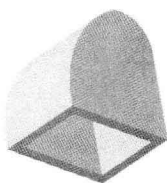
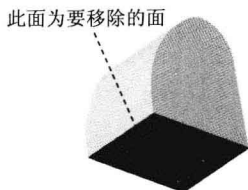

图 1.4 抽壳特征 1
图 1.5 定义移除面
Step3. 创建图 1.4 所示的抽壳特征 1。选择下拉菜单 **插入(I)** → **偏置/缩放(O)** → **抽壳(S)...** 命令(或单击 **抽壳(S)** 按钮),系统弹出“壳”对话框;在 **要冲裁的面** 区域单击 **面** 按钮,选择图 1.5 所示的面为移除面,并在 **厚度** 文本框中输入值 **10**,采用系统默认方向;单击 **确定** 按钮,完成抽壳特征 1 的创建。